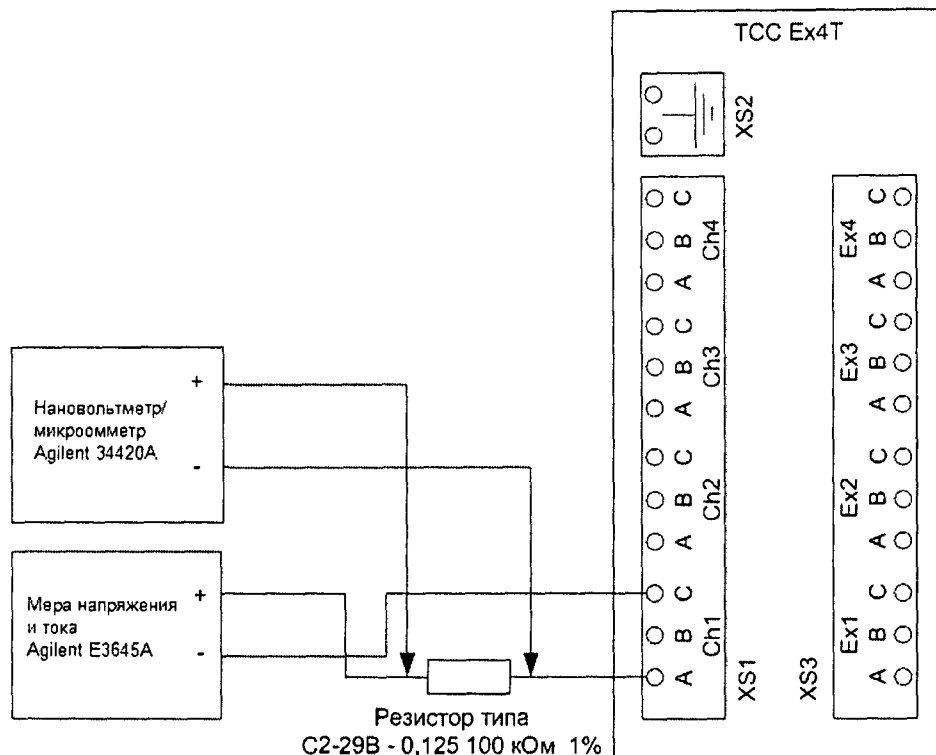

Рисунок 7.3 – Схема проверки тока утечки барьера ТСС Ex4Т
7.3.1.1 Для проверки тока утечки цепи А–С канала 1 собрать схему (см. рисунок 7.3)